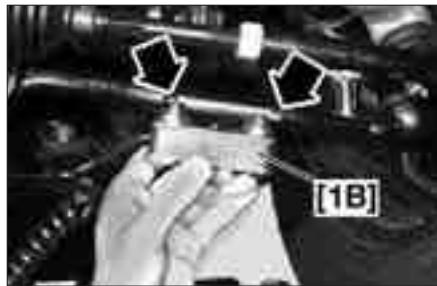

FIG. 2
- Colocar el captador de medición [1B] (fig. 2) sobre el brazo transversal y memorizar el valor medido en la parte del. izq. y en la parte del. der.